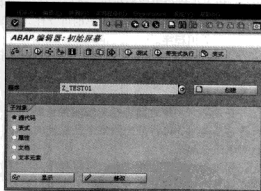

图 11-5 创建程序
STEP 2 在“程序”字段中输入要创建的程序名，然后单击“”按钮，系统会弹出“程序属性设置”对话框，要求开发人员设置程序的相关属性，如图 11-5 所示。程序属性决定程序属于哪种应用程序，以及程序所链接的逻辑数据库。